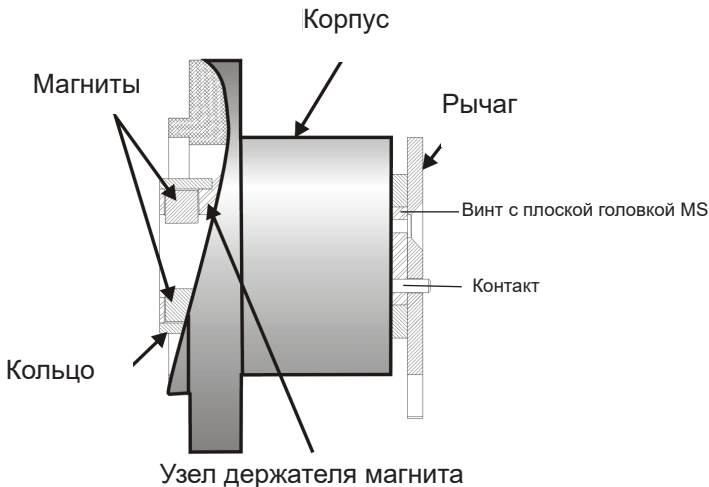

Рисунок 14 - Держатель магнита для клапанов с возвратно-поступательным механизмом
1. Убедитесь в том, что рычаг прикреплен к магнитному узлу и надежно закреплен двумя винтами M5 с плоской головкой, чтобы ось магнита располагалась вертикально, когда положение рычага соответствует закрытому положению клапана. Надежно затяните винт рычага. См. Рисунок 14.